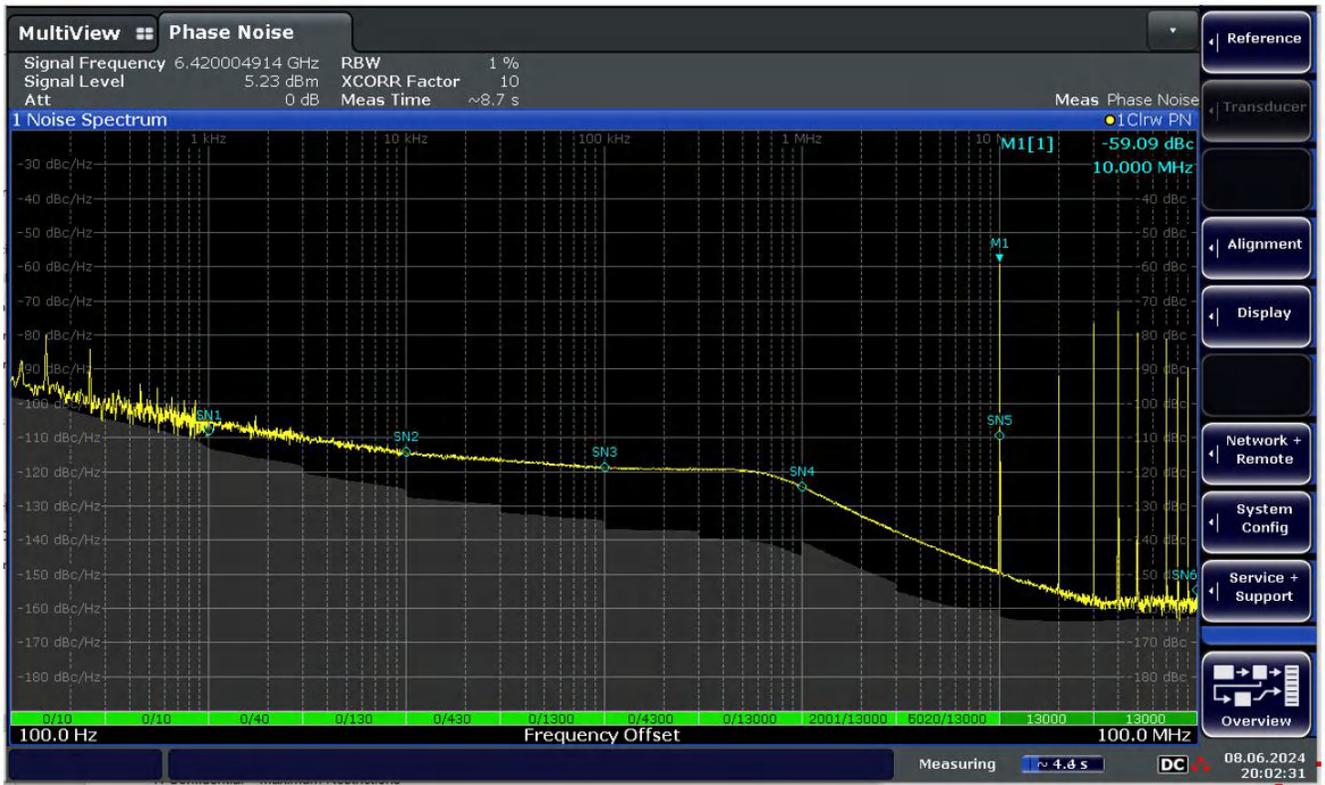

图 10. 二阶 ( 器件 PN 图 )
- 图 10
三阶 MASH 可以改善二阶 MASH 的杂散，如图 12 和图 10 所示。当 MASH\_ORDER 从二阶更改为三阶时，PLLatinum Sim 预测了 10MHz 幅度下的次分数杂散从 -62.8dBc/Hz 降低到 -80dBc/Hz ( 改变了 17.2dBc/Hz )。器件显示从 -59dBc/Hz 更改为 -73dBc/Hz ( 更改了 14dBc/Hz )。